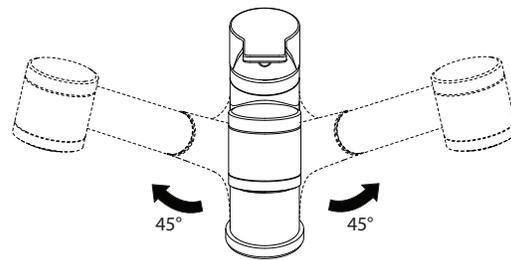

Fig. 2.3
**Remarque:** Assurez-vous d'avoir une rotation du corps égale de chaque côté. (fig 2.3).
**Comment:** Make sure to get an equal rotation of the body on each side (fig. 2.3).